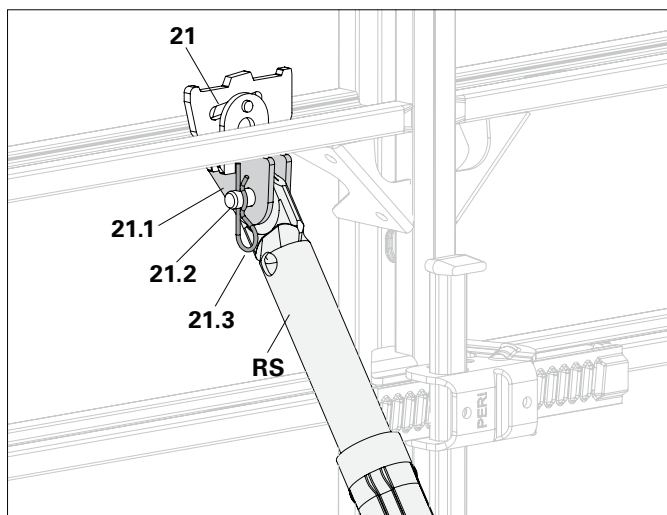

Fig. A6.02
Collegare puntello (RS) e staffe (21.1) con perno (21.2) e inserto a molla (21.3). (Fig. A6.02)